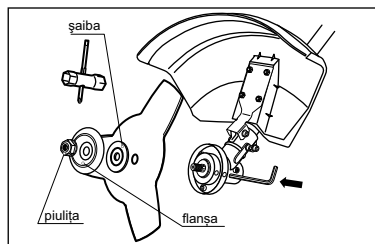

fig. 8
- Ținând tija de blocare cu mâna, strângeți piulița cu o cheie tubulară (în set), rotind-o în sens invers acelor de ceasornic (fig. 8).